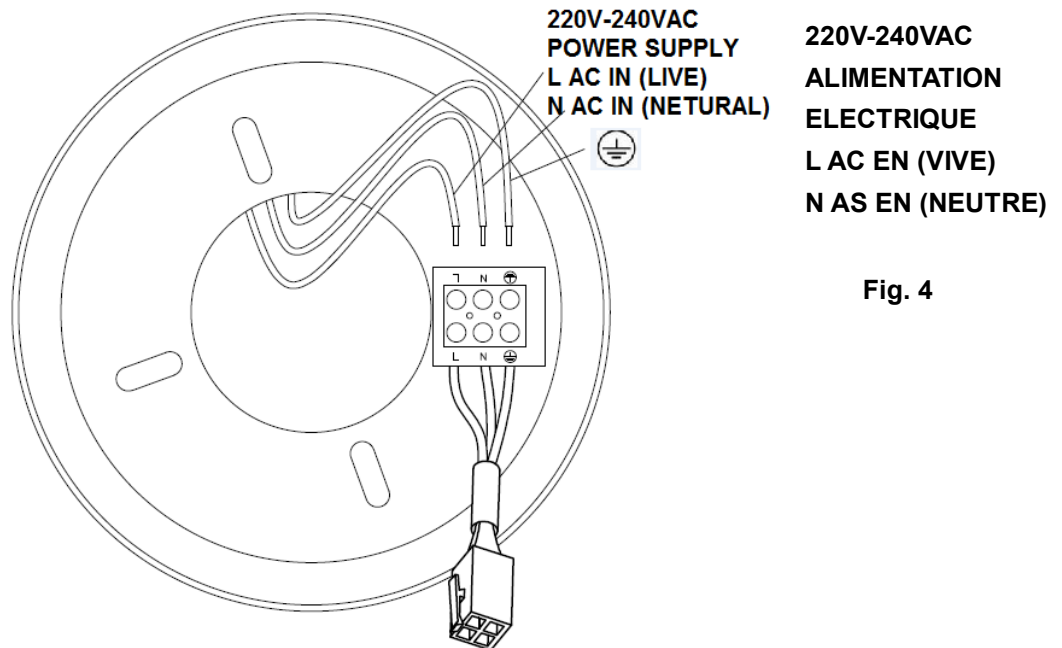

Fig. 4
- Effectuer le câblage électrique en utilisant le schéma ci-dessous(Figure. 4).
## PRÉPARER ET EFFECTUER LE CABLAGE ELECTRQUE --- SCHÉMA (FIG. 4)